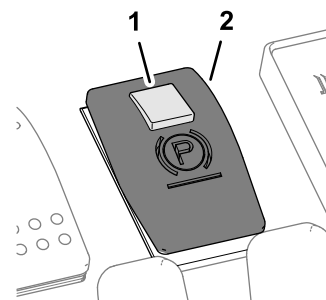

Figura 6
- Para engatar o travão de estacionamento, deslize o pequeno botão de bloqueio na parte superior do interruptor para trás e pressione o interruptor para a frente (Figura 6).